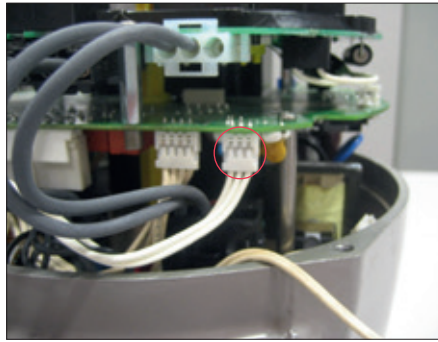

Abb. 47
- Schließen Sie das 3-polige Verbindungskabel der OM13-Karte an die Logikkarte an (Abbildung 47).